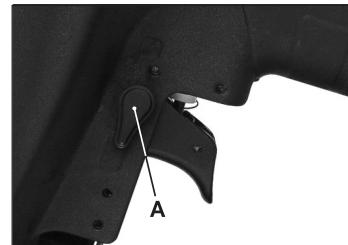

Рисунок 7
2. КОНТАКТНЫЙ РЕЖИМ. Для работы в этом режиме переведите собачку селекторного переключателя (A) в положение «вниз» (рис. 7). Чтобы забить крепеж, одновременно должны быть нажаты контактная скоба и курок. В контактном режиме, можно удерживать курок, тогда каждое касание контактной скобы с рабочей поверхностью приведет к срабатыванию.